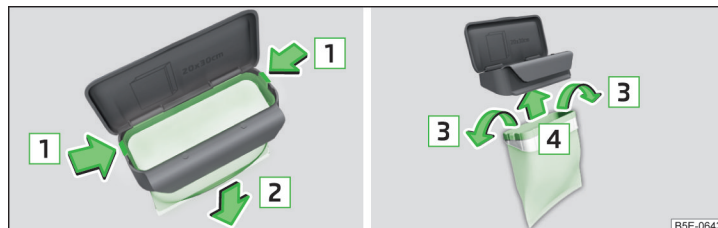

Fig. 116 Remplacement du sac
- Comprimez les deux crans sur le cadre dans le sens de la flèche **1** » fig. 116.